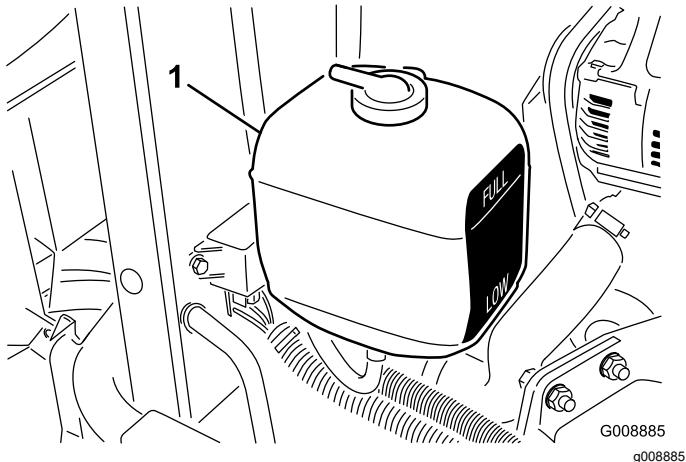

Figura 61
2. Verifique o nível de líquido de refrigeração do depósito secundário (Figura 61). Num motor arrefecido, o líquido de arrefecimento deve estar entre as marcas existentes no lado do depósito.